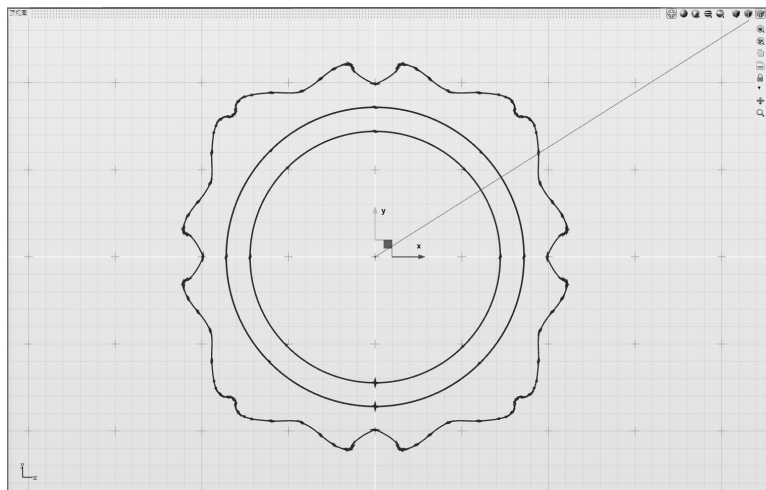

图 5-137 将曲线平移至全局坐标原点
3) 观察导入图案为对称图形, 所以要考虑将其放置于建模环境的原点, 以便在未来进行镜像操作。在顶视图中框选所有曲线, 借助“捕捉栅格”工具, 将沙拉盘顶视图的曲线平移至原点, 如图 5-137 所示。